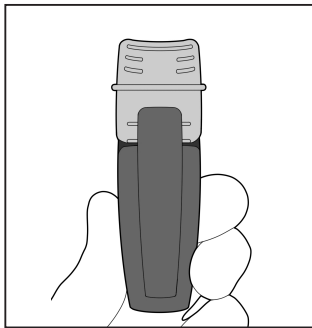

Fig. 11
1. Sørg for at IntegraBite er satt riktig sammen med applikatoren og biteplaten innrettet vertikalt. (Fig. 11)